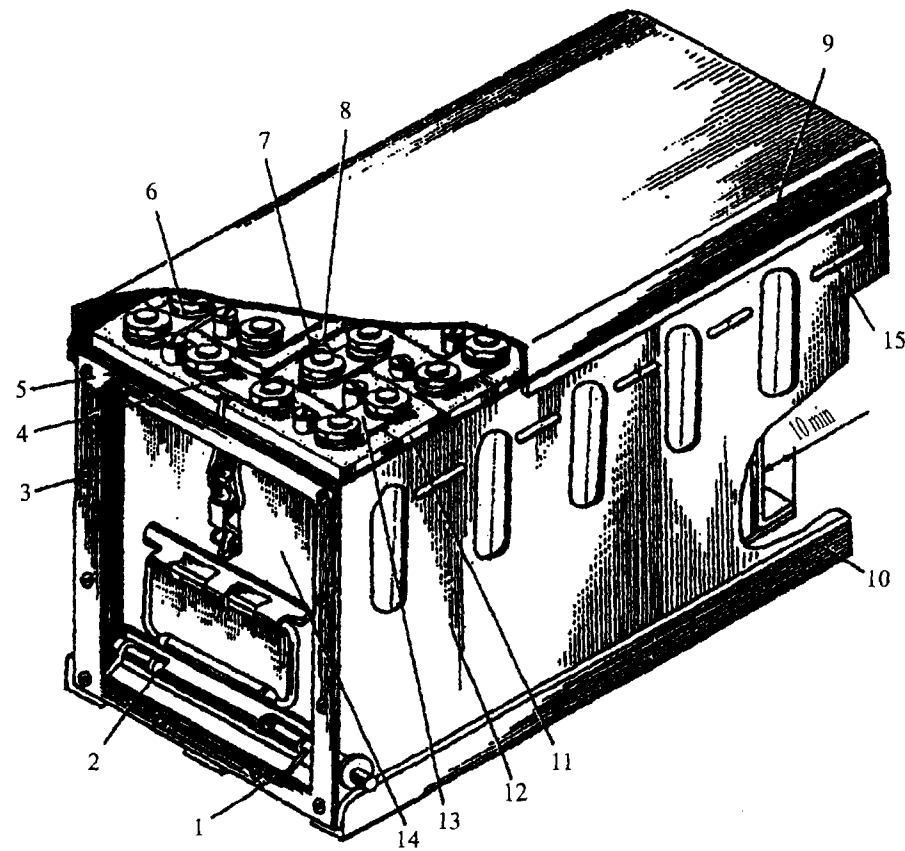
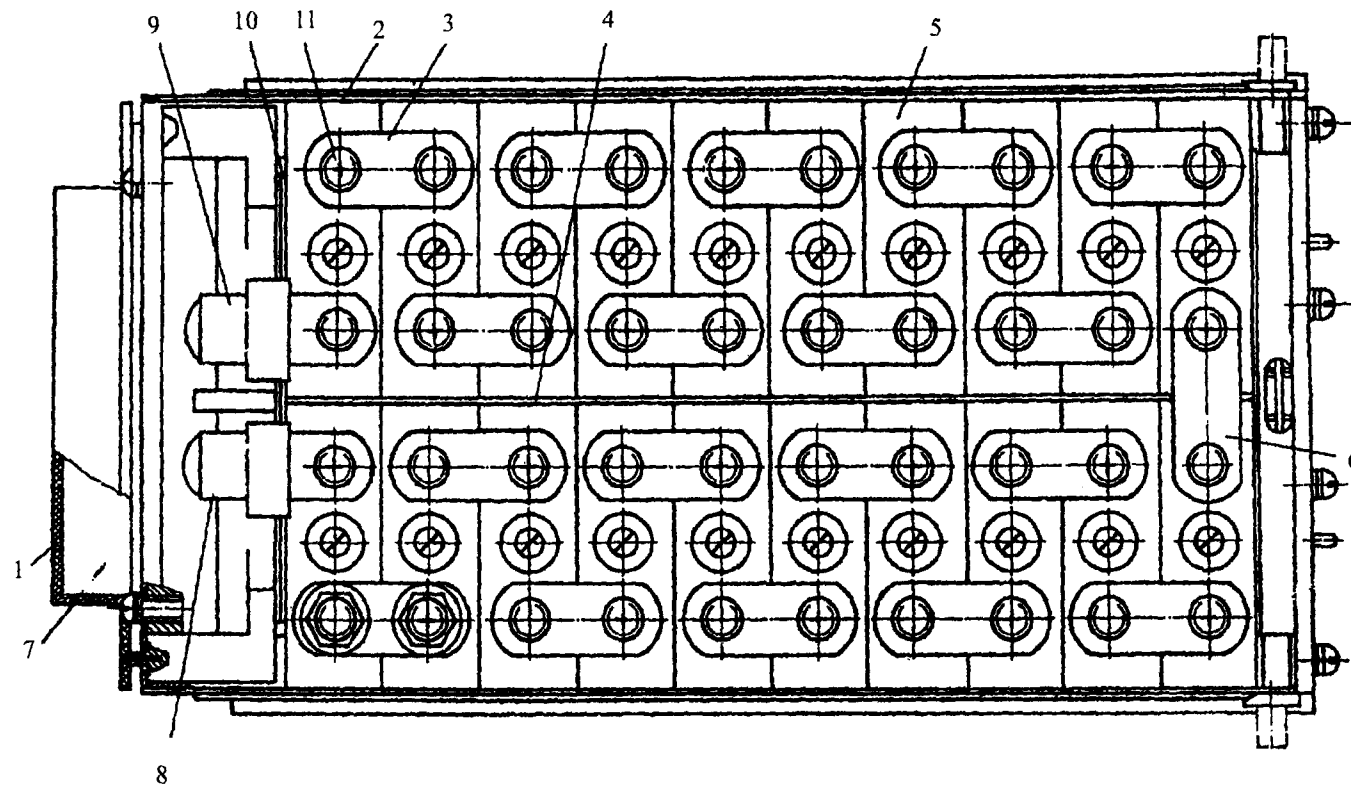

Рис. 5. Общий вид батареи
Рис. 6. Схема соединения аккумуляторов в батарее
<p>Разборку и сборку батареи производите только на разряженных батареях. Если батареи были заряжены, доразрядите их согласно ТК № 10.</p> <p style="text-align: center;">1. РАЗБОРКА</p> <p>1.1. Разборку батареи производите в следующей последовательности: снимите крышку батареи (9), рис. 4, вывинтите ручки затворов (1) и выньте стержни затворов (2), отверните и снимите верхние гайки (7), крепящие шины (4, 13) и вывода (8, 9) рис. 6 к выводам аккумуляторов (11); снимите все шайбы (6) рис. 5, снимите все шины, ослабьте винты (3) задней стенки (14), вывинтите их на 2-3 оборота. После достаточного ослабления плотности посадки аккумуляторов выньте освободившиеся прокладки, извлеките аккумуляторы, промойте водой, тщательно протрите и просушите все детали батареи.</p> <p>1.2. При наличии дефектного аккумулятора и деталей они подлежат замене на годные из ЗИП для данной батареи.</p> <p style="text-align: center;">2. СБОРКА БАТАРЕИ</p> <p>2.1. Сборку батареи производите в следующей последовательности: прокладки, аккумуляторы, контейнер протрите влажной, а затем сухой тканью, проверьте плотность затяжки гаек на выводах всех аккумуляторов, ослабленные гайки подтяните ключом до отказа. Вставьте в контейнер 18 аккумуляторов (11) рис. 5, соблюдая полярность согласно рисунку 5 и прокладку переднюю (10) рис. 6 к розетке штепсельной (7) рис. 6, а затем вставьте прокладку межрядную (8) рис. 5, и остальные два аккумулятора. Подожмите аккумуляторы в продольном направлении, затем окончательно приверните заднюю стенку винтами (3). Винты завинтите по диагонали, вставьте стержни затворов (2) в заднюю стенку контейнера (14) и ввинтите в них ручки затворов (1), наденьте на выводы аккумуляторов 18 шин МЦ-28,5 (13), шину МЦ-36,5 (4) и по одной шайбе (6). Шайбы ставьте выпуклой поверхностью вверх. Наденьте на выводы аккумуляторов наконечники положительного и отрицательного выводов (8, 9) рис. 6, батареи и по одной шайбе (6) рис. 5. Наверните гайки (7) рис. 5 и затяните их торцовым ключом. Проверьте правильность сборки электрической схемы на соответствие рис. 6.</p> <p>2.2. Запишите в графы 1, 2 таблицы приложения 1 или 2 Паспорта разборку, сборку батареи, замену аккумулятора, дату проведения операции.</p>